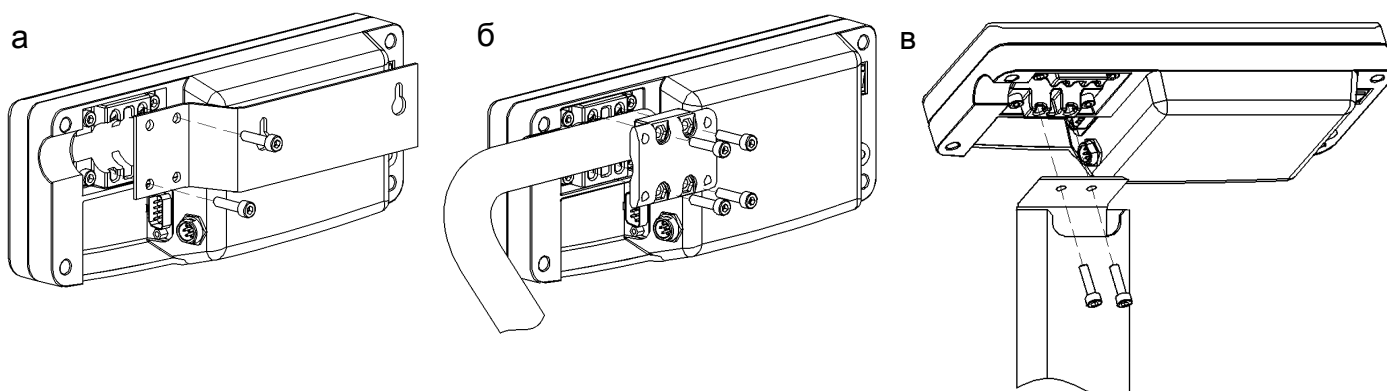

Рисунок 5.4 - Варианты крепления устройства индикации:
- подсоединить двумя винтами М5х20 кронштейн к устройству индикации (рисунок 5.4а);
- закрепить устройство индикации на стойке кронштейном, затянув четыре винта М5х30 с небольшим усилием (рисунок 5.4б). Излишек кабеля заправить в стойку со стороны устройства индикации;
- закрепить двумя винтами М5х20 устройство индикации на стойке (рисунок 5.4в). Излишек кабеля заправить в стойку.